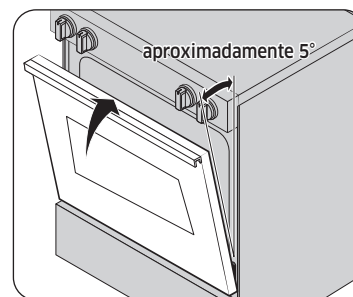

Fig. 1
4. Cierre la puerta a la posición para quitarla, que es aproximadamente a 5 grados de la posición vertical (Fig. 1).